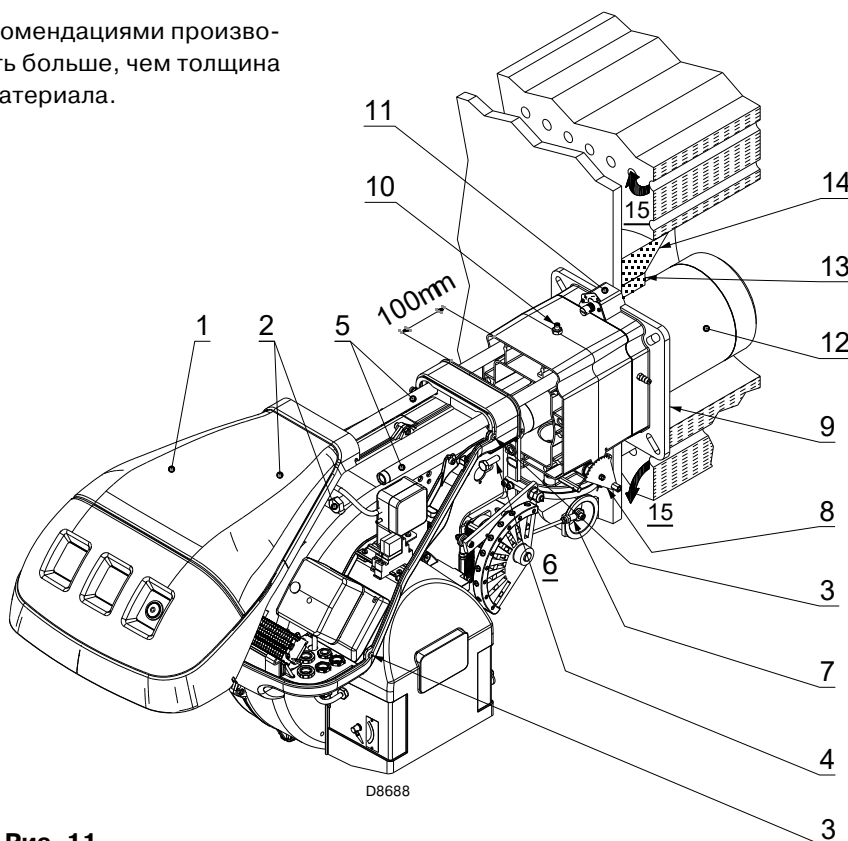

Рис. 11
Данная защитная прокладка не должна препятствовать выниманию головы. См. рис. 11.
После этого снимите голову горелки следующим образом, Рис. 11:
По окончании этой операции закрепите фланец 11 (рис. 11) на фланце котла, проложив между ними теплоизоляционную прокладку 9 (рис. 11) из комплекта поставки. Заверните четыре входящих в комплект поставки винта, предварительно обработав резьбу каким-либо противозадирным материалом. Момент затяжки винтов 35-40 Нм.
- По окончании регулировки головки горелки установите горелку обратно на направляющие 3) и продвиньте её на расстояние приблизительно 100 мм от соединительной муфты 4) – горелка должна находиться в таком положении, как показано Рис. 11;